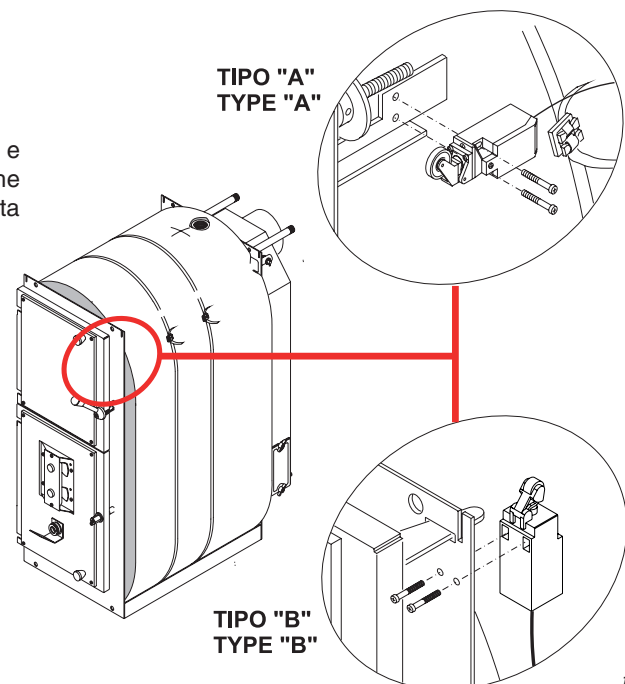

fig. 16
- Interruttore fine corsa da montare solidale al meccanismo di comando dell'asta by-pass (TKS) (vedi fig. 16).